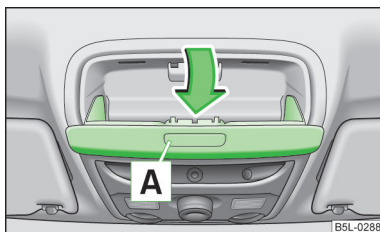

Fig. 75
► Premendo il tasto **A** » fig. 75, lo scomparto si abbasserà.